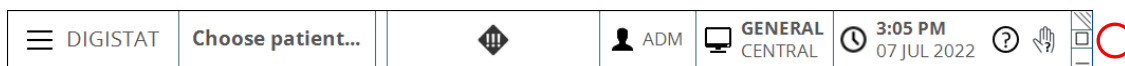

Fig. 7
- Klik på **Hjælp** knappen på styrebjælken (Fig. 7)